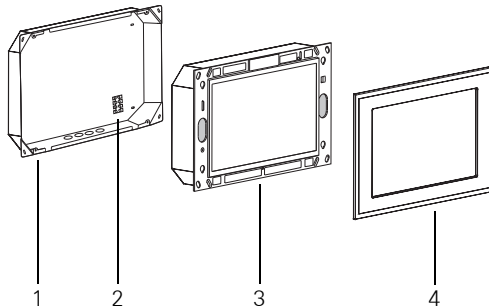
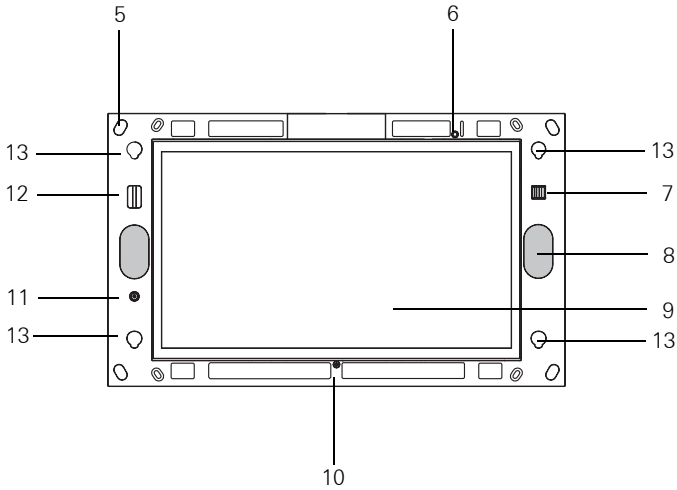

fig. 1: Innfelt boks, Control 19 Client 2 og designramme
fig. 2: Frontsiden til Control 19 Client 2 uten designramme
Enkelte betjenings elementer er ikke tilgjengelige før designrammen er tatt av (fig. 1 og fig. 2).
Designrammen (4) er fjernet, av/på-bryteren (11) er tilgjengelig (fig. 1 og fig. 2).
- Slå på: Trykk på bryteren (11)